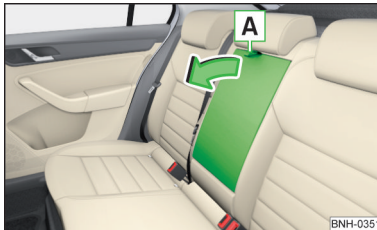

Abb. 57
- › An der Schlaufe **A** ziehen und die Armlehne in Pfeilrichtung vorklappen » Abb. 57.